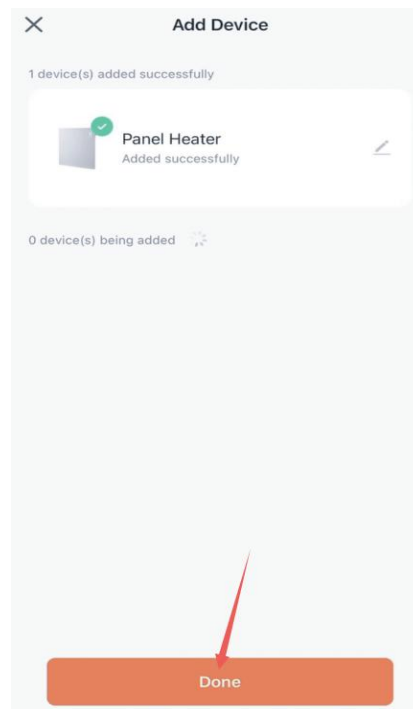

Imagen B-4
4. Espera a que la aplicación se conecte con el dispositivo hasta que la conexión sea exitosa, como se muestra en la imagen B-4.